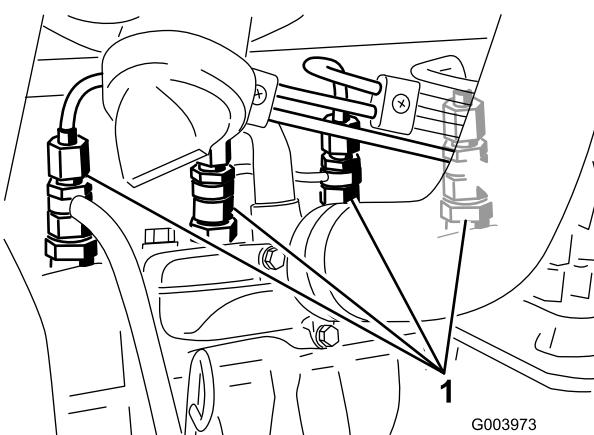

図 65
1. 燃料噴射ポンプの No.1インジェクタ・ノズル(図 65)へのパイプ接続部をゆるめる。